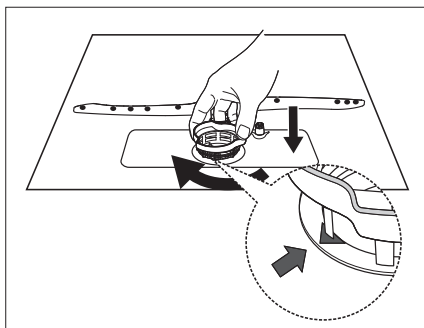

Fig. 21
- ▶ Per rimontare il filtro, procedere in ordine inverso. (Vedere la **fig. 21**)